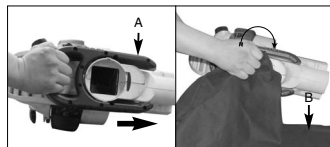

Fig. 3
Træk mundstykket (A) frem, og sæt opsamlerposen (B) ind i blæserhuset, som vist på fig. 3.